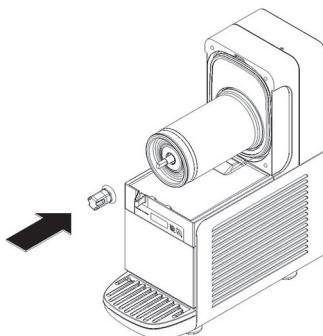

figura 15
- 5** Inserire il giunto esagonale nell'evaporatore accompagnandolo fino in fondo. (vedere figura 15)